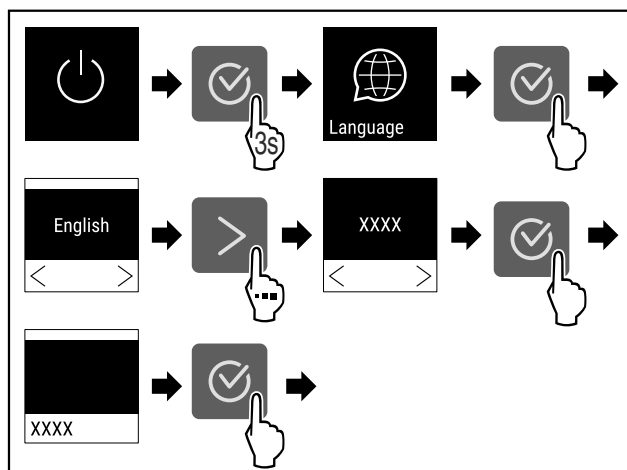

Fig. 52
- ▶ Provedte akční kroky (viz Fig. 52).